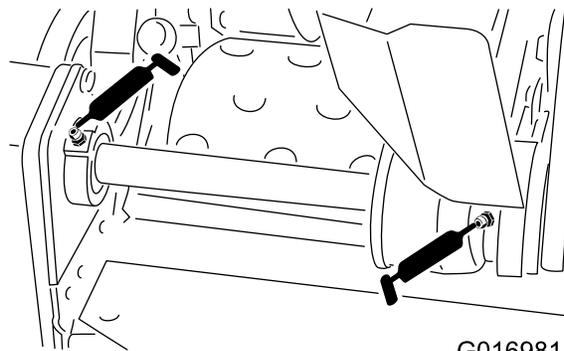

Figura 23
- 2 sui cuscinetti del contralbero del cilindro (Figura 23).